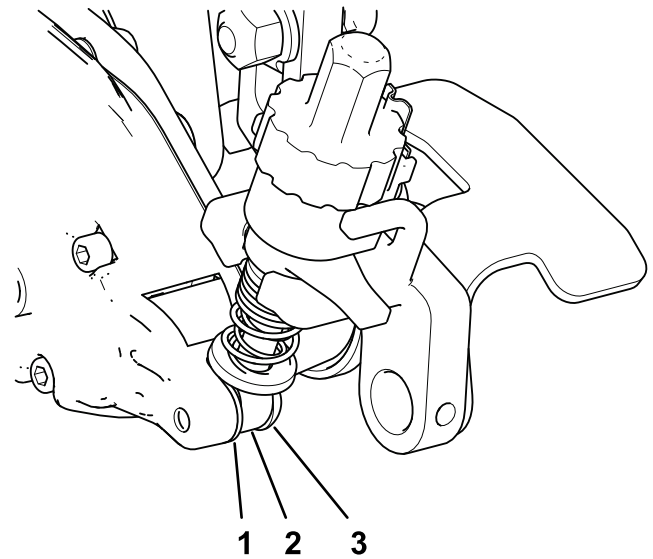

Bild 22
4. Positionieren Sie auf der Groomerantriebsseite die Einstellarmstange der Schnitthöhenhalterung an der Innenseite des Groomerantriebs und sichern Sie diese mit einer Ansatzschraube und einer gehärteten Unterlegscheibe, wie in Bild 22 dargestellt. Ziehen Sie die Ansatzschraube auf ein Drehmoment von 16 bis 22 N·m an.